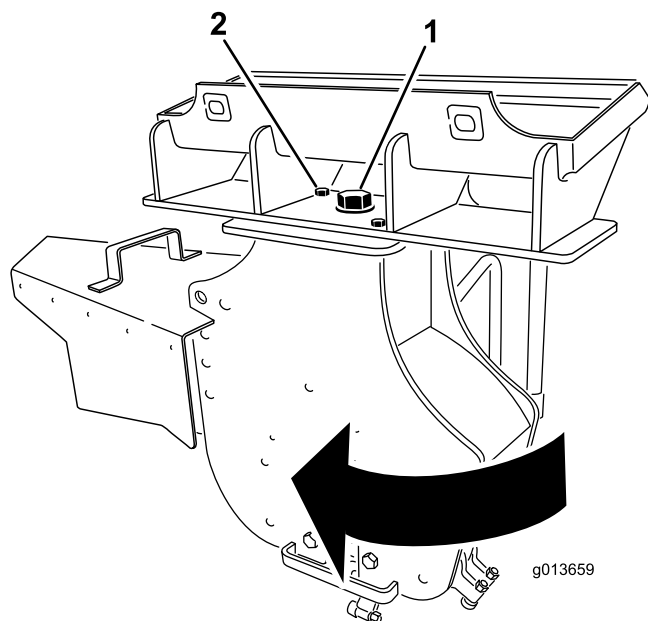

図 13
3. グラインダの上部にある大きなボルトをゆるめる図 13。
4. グラインダを固定している前ボルトとナットを外す図 13。
5. グラインダを右まわりに 30 度回転させる図 13。
6. 図 13のように、グラインダの上部にある大きなボルトを、406 Nm42 kg.m = 300 ft-lbにトルク締めする。
7. 図 13のように、前ボルトとナットを取り付けて、101 Nm10 kg.m = 75 ft-lbにトルク締めする。
13. グラインダの上部にある大きなボルトをゆるめる図 13。
14. グラインダを固定している前ボルトとナットを外す図 13。
15. グラインダを左まわりに 30 度回転させる図 13。
16. 図 13のように、グラインダの上部にある大きなボルトを、406 Nm42 kg.m = 300 ft-lbにトルク締めする。
17. 図 13のように、前ボルトとナットを取り付けて、101 Nm10 kg.m = 75 ft-lbにトルク締めする。